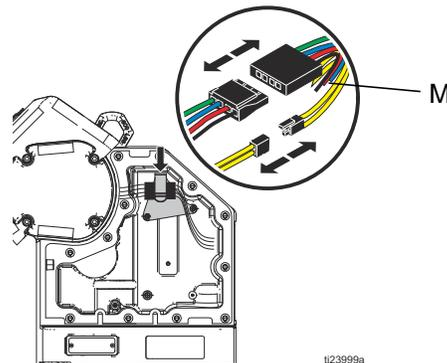

FIG. 19: Cables del motor
- Alimentación del motor y sensor de temperatura del motor. Consulte FIG. 19 en la página 21.